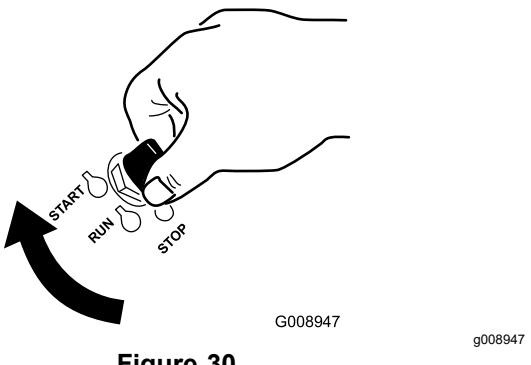

Figure 30
1. Tournez la clé de contact à la position de DÉMARRAGE (Figure 30).